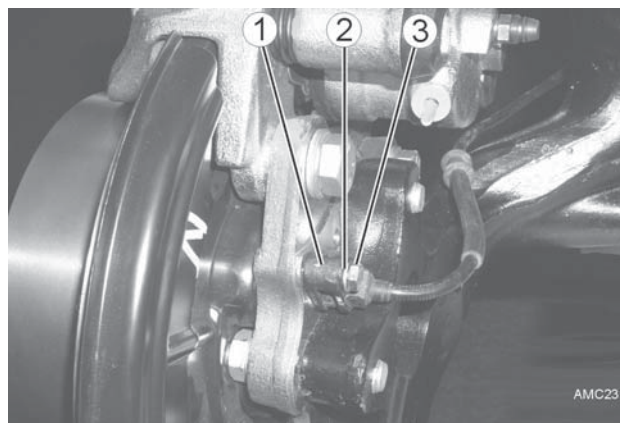

Bild 29
9. Sechskantschraube (Bild 29 - 3) mit Scheibe (Bild 29 - 2) herausschrauben und Drehzahlfühler (Bild 29 - 1) abnehmen, sofern vorhanden.